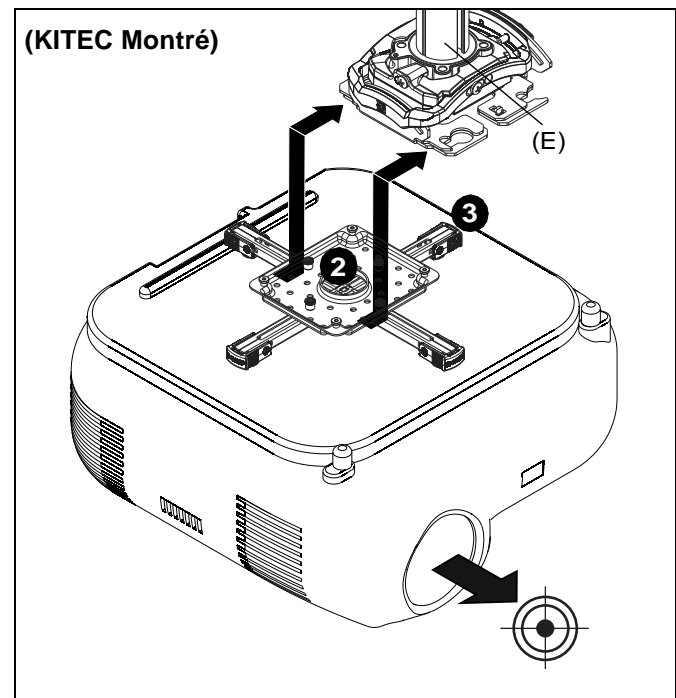

Figure 20
1. Orientez le projecteur avec la patte de fixation d'interface. (Voir la Figure 20)
2. Soulevez le projecteur de façon à aligner les vis avec écrous à ailettes sur les fentes de montage dans la base du système de montage. (Voir la Figure 20)
3. Faites glisser le projecteur avec la patte de fixation d'interface sur les fentes de montage dans la base du système de montage jusqu'à ce que les vis se bloquent à l'arrière des fentes de montage. (Voir la Figure 20)